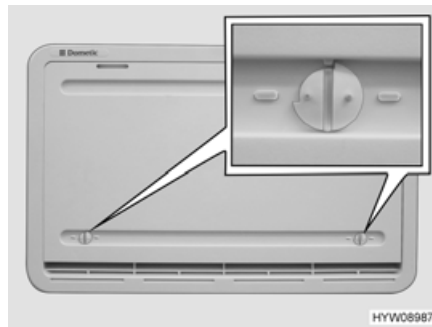

Fig. 183 Copertura invernale
Se il funzionamento del frigorifero avviene a basse temperature esterne, il produttore consiglia l'utilizzo di una copertura invernale (Fig. 183) per la griglia di aerazione del frigorifero.
- Aprire entrambi i bloccaggi (Fig. 183), la scanalatura risulterà orizzontale.